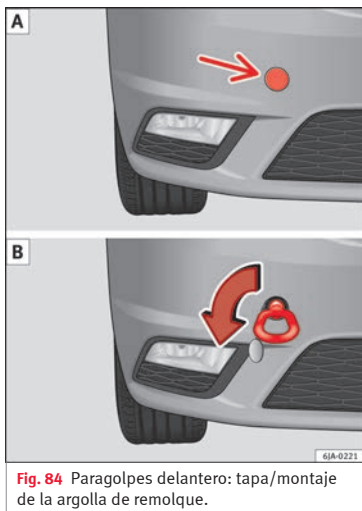

Fig. 84 Paragolpes delantero: tapa/montaje de la argolla de remolque.
- Haga presión en la zona izquierda de la tapa en el lugar de la flecha » » **fig. 84** **A**.
- Enroscar la argolla de remolque a mano girándola hacia la izquierda hasta el tope » » **fig. 84** **B**.